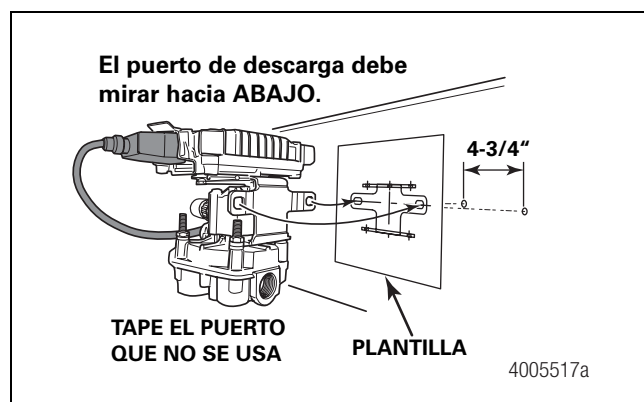

Figura 3
2. Marque la ubicación de los dos agujeros de montaje en el travesaño del vehículo. Los agujeros de montaje deben tener una separación de 4-3/4 pulgadas entre ellos. Figura 3.